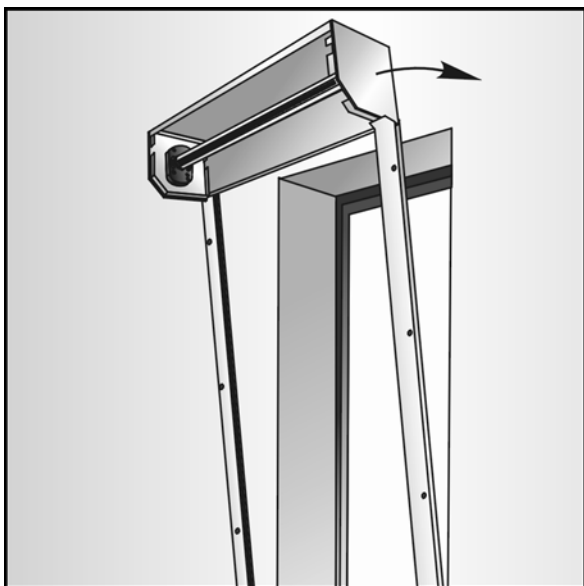

Рис. 2.17
- при накладном монтаже каркас приложить на обрамление проема (рис. 2.17);